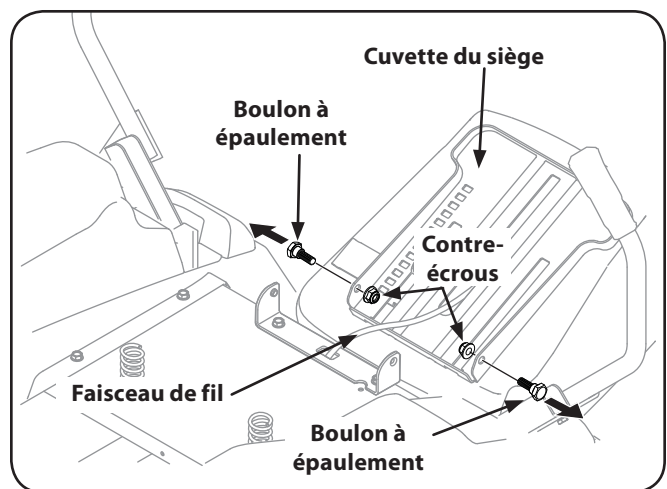

Figure 3-5
2. Enlevez les deux boulons à épaulement et les deux contre-écrous qui se trouvent sur la cuvette du siège, comme à la figure 3-5.